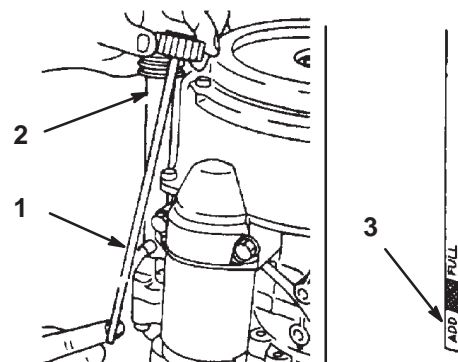

Figure 36
2. Nettoyez la surface autour de la jauge d'huile (Fig. 36) pour éviter que des impuretés ne s'introduisent dans le goulot de remplissage, ce qui risquerait d'endommager le moteur.
3. Dévissez la jauge d'huile et essuyez soigneusement l'extrémité (Fig. 36).
4. Remettez la jauge complètement dans le tube de remplissage sans la visser (Fig. 36). Sortez de nouveau la jauge et examinez l'extrémité. Si le niveau est bas, versez lentement une quantité suffisante d'huile dans le goulot de remplissage pour amener le niveau au repère du plein (*full*).
6. Versez lentement environ 80% de la quantité d'huile spécifiée dans le goulot de remplissage (Fig. 36) (voir Changement de l'huile moteur et du filtre, page 32).